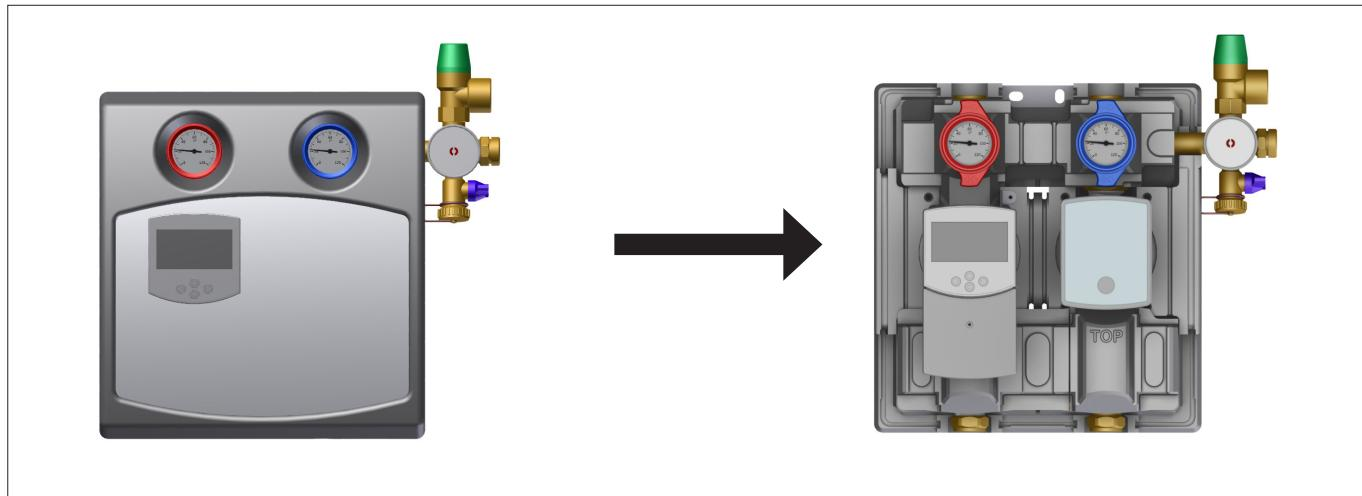

Fig. 4: Démontage du revêtement (illustration en réf. au mod. 8130 + dispositif de réglage)
- Démonter le revêtement antérieur de la station solaire (voir Fig. 4 à la page 10).